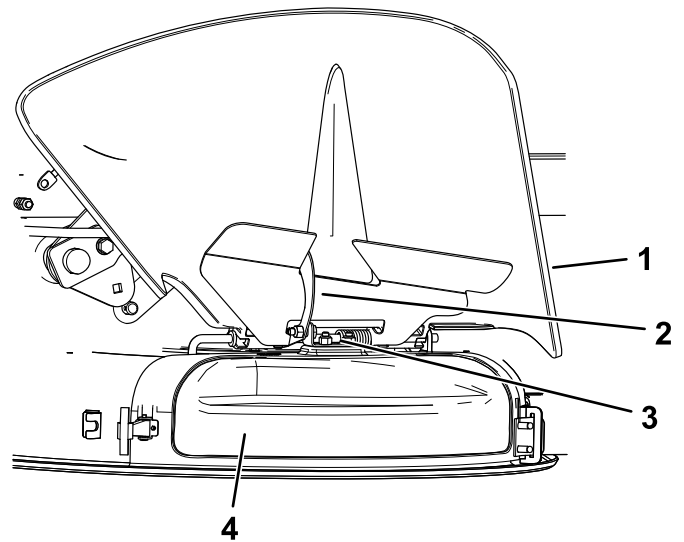

Bild 16
4. Lösen Sie den hakenförmigen Riegel oben an der Auswurfkanalabdeckung von der Gelenkstange (Bild 16).
5. Haken Sie oben an der Auswurfkanalabdeckung den hakenförmigen Riegel um die Gelenkstange des Ablenkblechs (Bild 16).